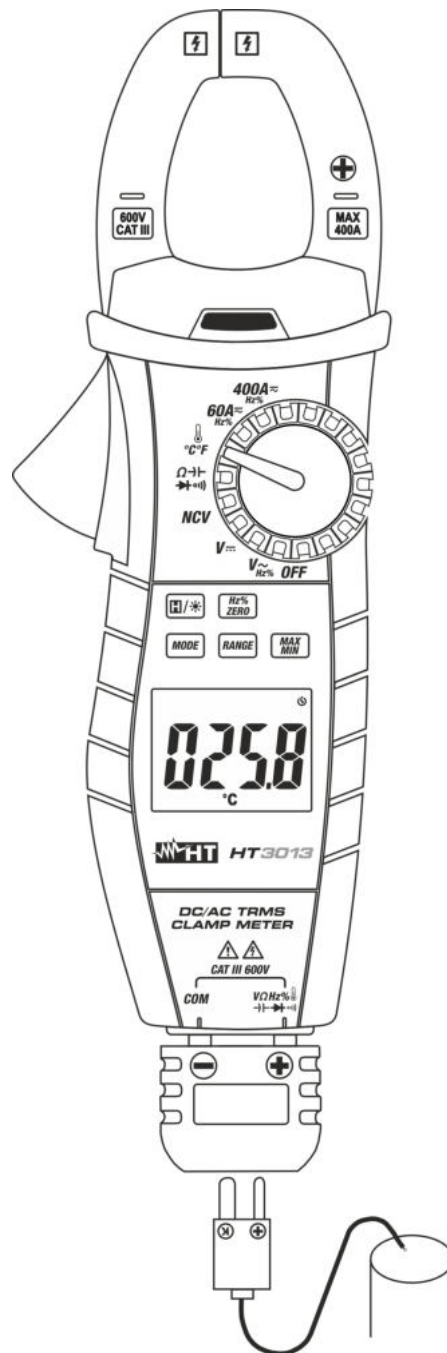

Fig. 10: Uso dello strumento per misura di Temperatura con sonda K
3. Inserire la sonda a filo tipo K in dotazione nei terminale di ingresso  $\text{V}\Omega\text{Hz}\% \rightarrow \text{---} \rightarrow \text{---} \rightarrow \text{---} \rightarrow \text{---}$ ) e **COM** tramite l’opportuno adattatore, rispettando la polarità mostrata in Fig. 10. Il valore della temperatura è mostrato a display